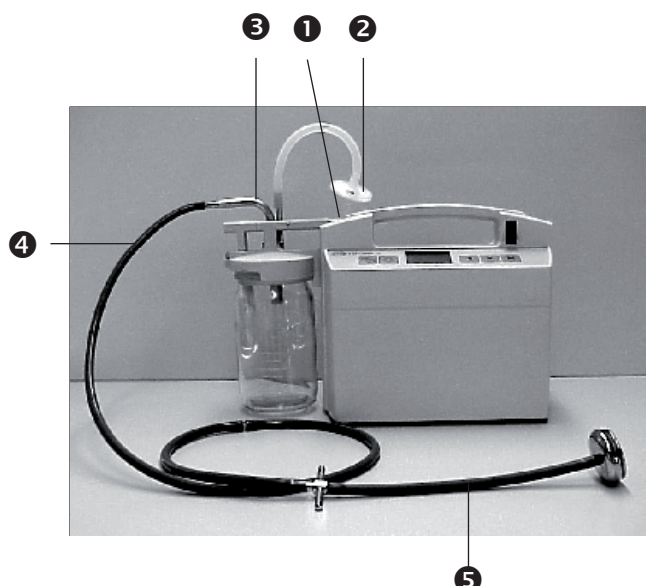

Fig. 8a Conexiones para extracción de vacío
- Conecte un tubo corto a la conexión de la bomba (①, Fig. 8a) y el filtro bacteriano ②, conecte un segundo tubo a la parte impresa del filtro bacteriano y unir con la conexión vertical de la boquilla doble ③. Utilice el tubo de extracción de vacío ④ para unir la conexión horizontal de la boquilla doble con la empuñadura en cruz de la ventosa de extracción ⑤.